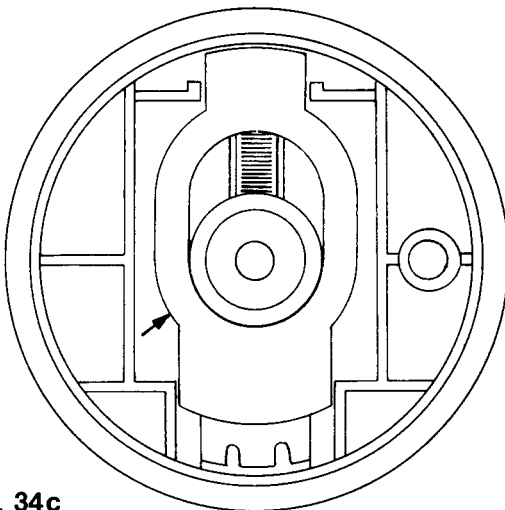

Fig. 34c
- Das Kupplungsstück 113, Abb. 34c zuerst auf die Nabe des Handrades hängen, und dann nach hinten drücken. Hierbei stellt sich die Druckfeder senkrecht und das Kupplungsstück erhält die in Abb. 34c gezeigte Stellung.
- Push clutch member 113 (Fig. 34c) over the hub of the balance wheel, then push it toward the rear. As you do this, the pressure spring will be positioned vertically and clutch member 113 will be positioned as shown in Fig. 34c.
- Accrocher la pièce 113 (fig. 34c) d'abord sur le moyeu du volant puis, la pousser vers l'arrière. Ainsi, le ressort de pression se dresse à la verticale et la pièce 113 prend la position indiquée sur la fig. 34c.